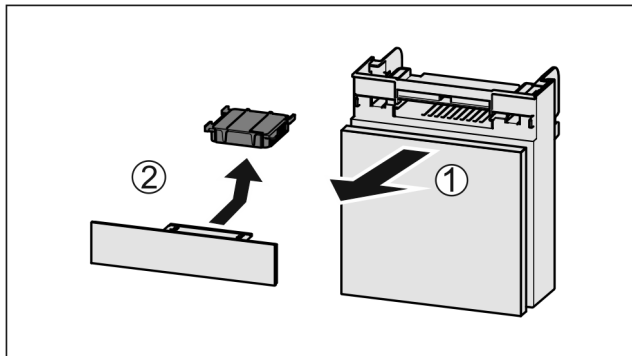

Fig. 73
- ▶ Потягніть Fig. 73 (1) відділення вперед.
- ▶ Витягніть Fig. 73 (2) фільтр з активованого вугілля.